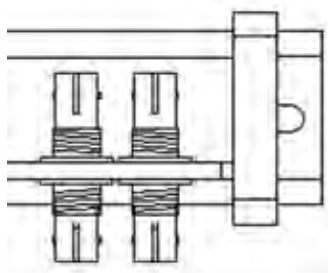

图5 机构 CX 接口
6.4.2 机构与远方控制器 SHM-KX 采用光纤连接，将配套光纤插入光纤接口 CX 连接好即可通过控制器实现远方控制及开关运行状态信息传输，如图 5、6。
在电动操作之前，请仔细阅读本说明书中附图 3、附图 4、附图 5，及 6.4.3 电动操作说明，了解以上所陈述的电器元件的功能、状态说明和使用方法。
附图 5 电气原理图